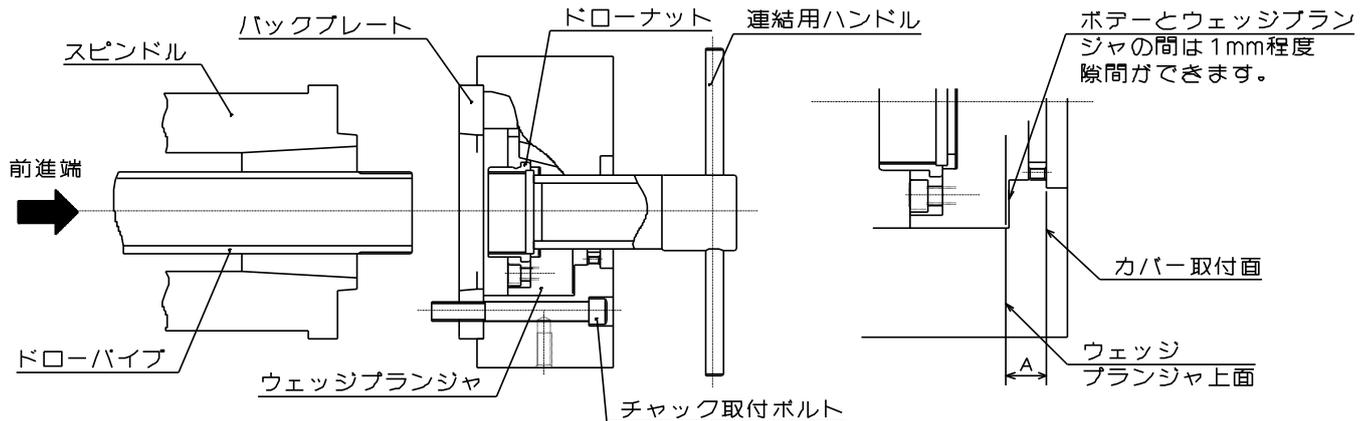

図 20
- ・ シリンダ前進端でのウェッジプランジャの適正位置は、図 20 の寸法 A が下表となる位置です。